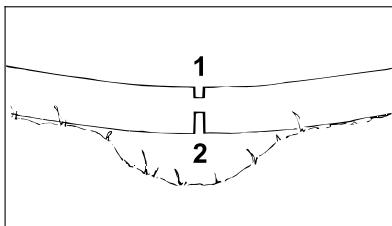
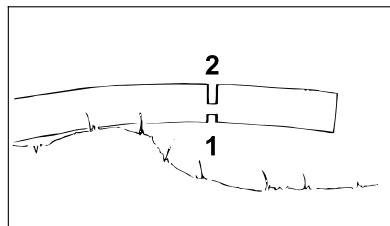

Рис. 10
Рис. 11
Обязательно соблюдать правильную последовательность резов (сначала сторона сжатия (рис. 10 и рис. 11 поз. 1), затем сторона растяжения (рис. 10 и рис. 11 поз. 2)), иначе режущую гарнитуру может заклинить или она отскочит назад: опасность получения травмы!
- Сделать компенсационный подпил со стороны действия сил сжатия(рис.10 и рис.11 поз.1)
- Сделать подпил со стороны действия сил растяжения (рис.10 и рис. 11 поз. 2).